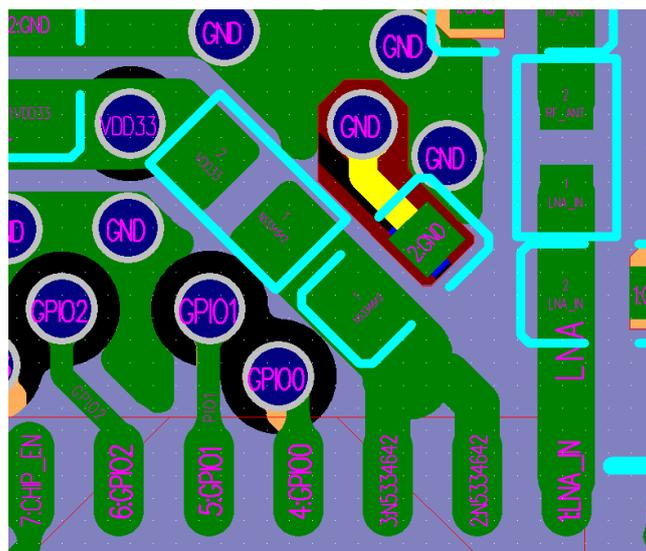

图 16: ESP32-C3 系列芯片四层板 PA 电源设计
- PA 电源管脚 2、管脚 3 处 LC 滤波电路中的对地电容建议添加过孔连接至第四层，其余层做 keep-out 隔离，参考图 16。